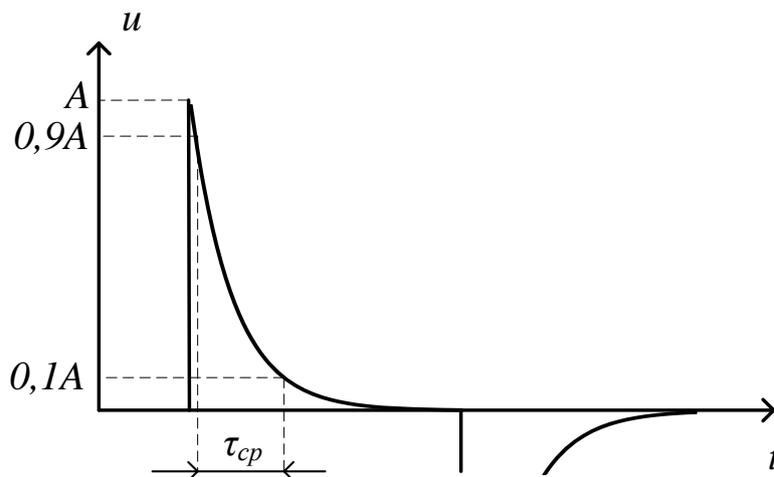

Рис. 7.7. Измерение длительности среза импульса на катушке индуктивности  $RL$ -цепи
2.1. Поменяйте местами катушку индуктивности  $L$  и резистор  $R$  в схеме, приведенной на рис. 7.5. В данном задании переходным процессом будет разряд катушки индуктивности на резистор, поэтому в нем проводятся измерения параметров не фронта, а *среза* импульса (рис.7.7).